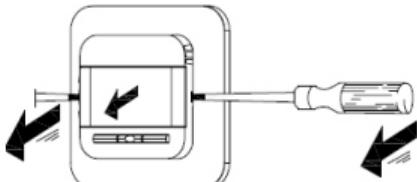

Рисунок 3
- При помощи маленькой отвертки откройте защелку (**рис. 3**). Снимите крышку и рамку.